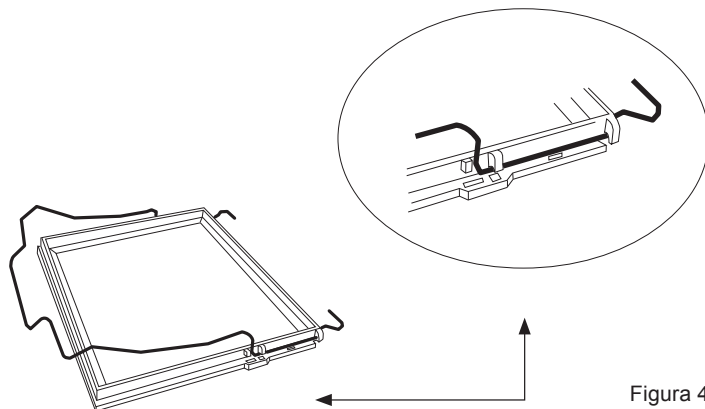

Figura 4
1. Fissare la molla metallica nelle scanalature della cornice di supporto come mostrato in figura 4, ma soltanto da un lato.